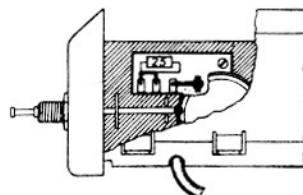

Fig. 8
1. Commutez le circuit de chauffage dans la partie récepteur selon fig. 8 ou 9.